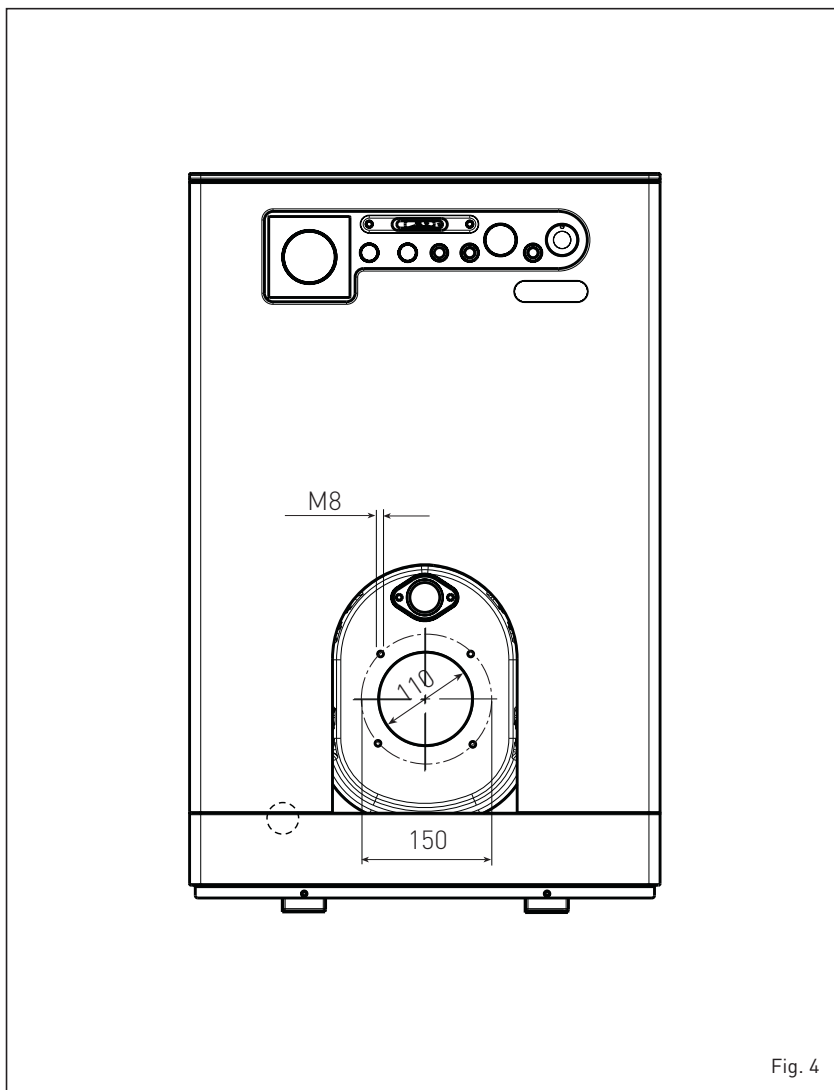

Fig. 4
1.5.1 Montaje de los quemadores (fig. 4)